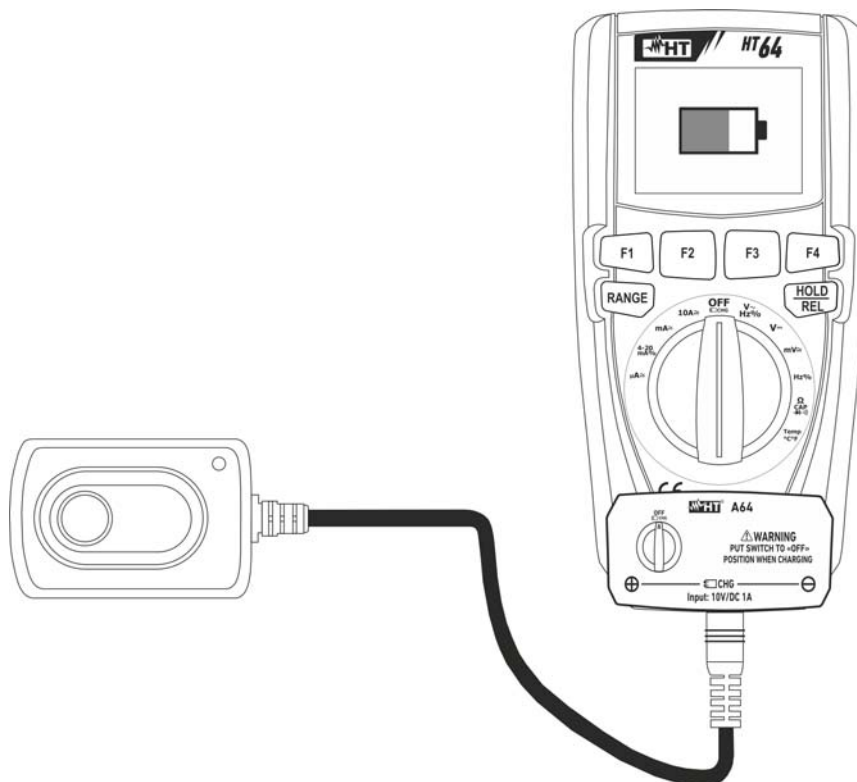

Abb. 31: Wiederaufladung der internen Batterie
2. Stecken Sie den Anschluss des Batterieladegerätes in das Gerät ein, in die vier Eingangsbuchsen (siehe Abb. 31).